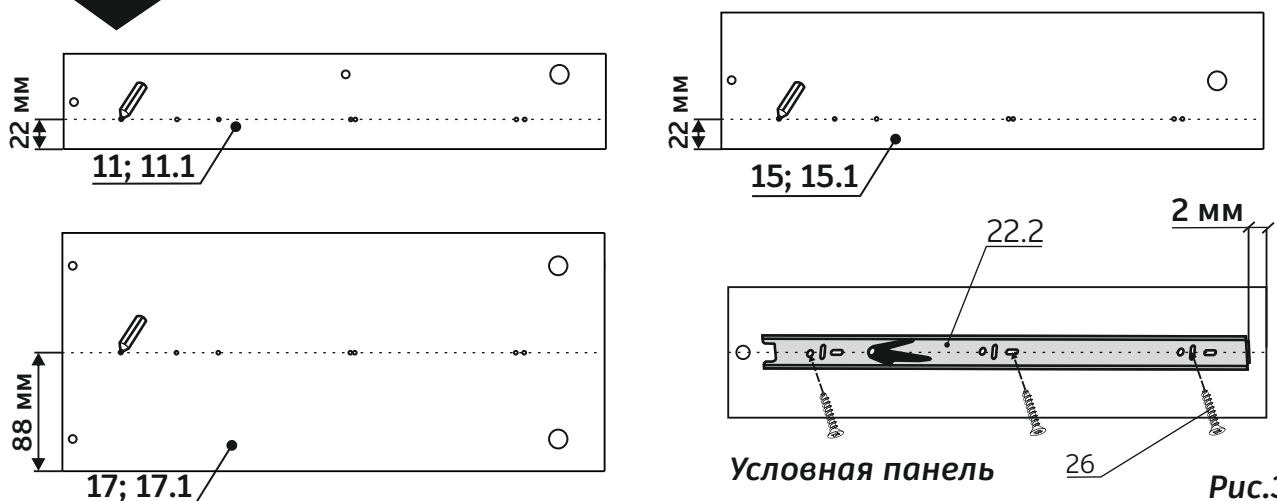

Рис.3
1. Провести линию карандашом на боковых стенках ящиков (левых, поз.11, поз.15, поз.17 (5 шт) и правых, поз.11.1, поз.15.1, поз.17.1 (5 шт), соединив существующие наконечники видимой линией (см. рис.3)
2. Приложить направляющую к каждой боковой стенке ящика так, чтобы центры отверстий направляющей совпали с линией на боковой стенке ящика, выдержав размеры, показанные на рис.3
3. Крепить направляющие к каждой боковой стенке ящика шурупами 3,5х16 (поз.26) – 3 шт (см. рис.3).